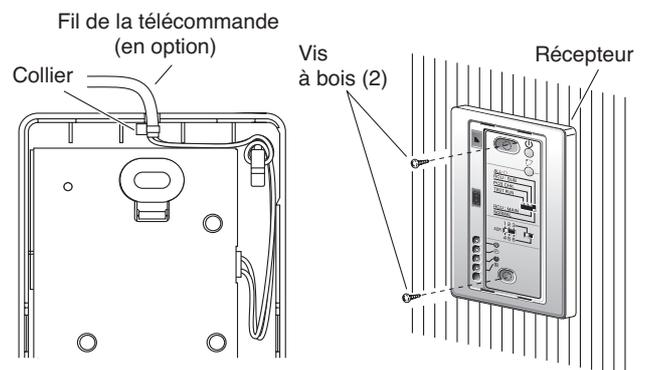

Fig. 11-25
4. Fixez le fil de la télécommande (accessoire) comme illustré sur la figure 11-25, à l'aide de l'attache fournie. Ensuite, raccordez le cordon au connecteur du récepteur.
5. Positionnez le fil de la télécommande de façon à ce qu'il prenne la forme illustrée à la figure 11-25 et qu'il s'adapte dans la partie supérieure, à l'intérieur du récepteur, au-dessus de la carte. Ensuite, fixez le boîtier inférieur. A ce stade, pliez la tête du collier pour l'orienter latéralement.